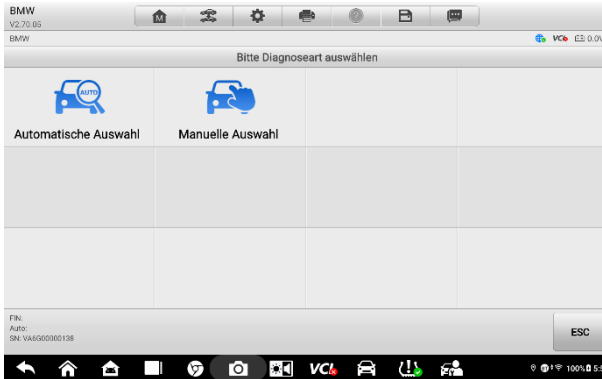

Abbildung 5-8 Auswahlbildschirm im TPMS
3. Tippen Sie im Bildschirm zur Auswahl des Diagnosetyps auf „ **Manuelle Auswahl**“ (**Abbildung 5-8**).